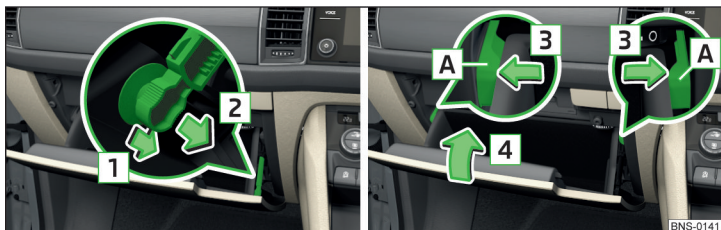

Abb. 369 Ablagefach auf der Beifahrerseite
- › Die Bremsstange in Pfeilrichtung **1** entriegeln und in Pfeilrichtung **2** lösen » Abb. 369.